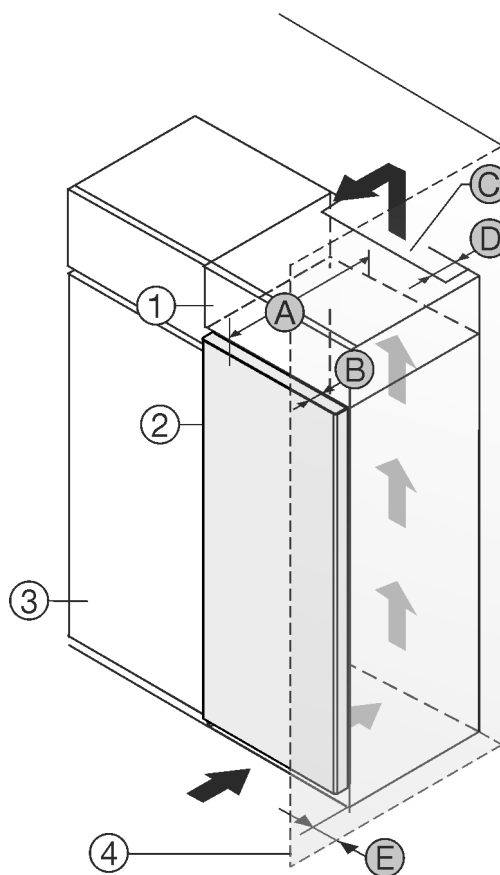

Fig. 1
Ju mund ta instaloni pajisjen direkt ngjitur me dollapin e kuzhinës Fig. 1 (3).*
Në faqen e pasme të dollapit së montimit duhet të ketë një hapësirë ajrimi me thellësi Fig. 1 (D) në të gjithë gjerësinë e dollapit të montimit.*
Nën mbulesën e hapësirës duhet respektuar seksioni tërthor i qarkullimit të ajrit Fig. 1 (C).*
Nëse instaloni pajisjen me mentesha pranë një muri *Fig. 1 (4)*, atëherë duhet që distanca midis pajisjes dhe murit të jetë të paktën 13 mm.*
Nëse instaloni pajisjen me mentesha pranë një muri *Fig. 1 (4)*, atëherë duhet që distanca midis pajisjes dhe murit të jetë të paktën 20 mm.*
Në mënyrë që dera të mund të hapet plotësisht, duhet që pajisja të dalë jashtë përpara kanatit të dollapit të kuzhinës sa thellësia e derës *Fig. 1 (B)*. Në varësi nga thellësia e dollapëve të kuzhinës *Fig. 1 (3)* dhe përdorimi i ruajtësve të distancës nga muri, pajisja mund të dalë më shumë përpara dollapit.*